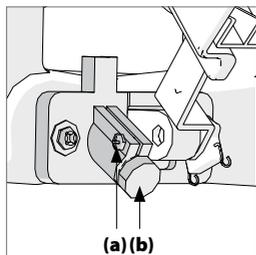

Fig. 6
- Allentare le vite di fermo (**Fig. 6, a**)
- Ruotare attentamente il modulo laser (**Fig. 6, b**) finché la linea presenta una traiettoria parallela ai contrassegni presenti sul pezzo di cartone.